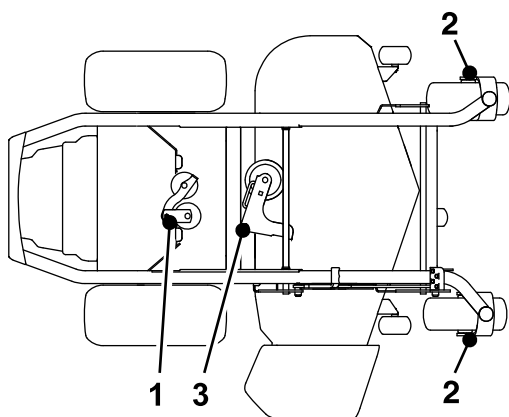

Figure 43
4. Injectez 1 à 2 jets de graisse dans le pivot de la poulie de tension de la pompe (Figure 43).
5. Graissez les axes des roues pivotantes avant (Figure 43).